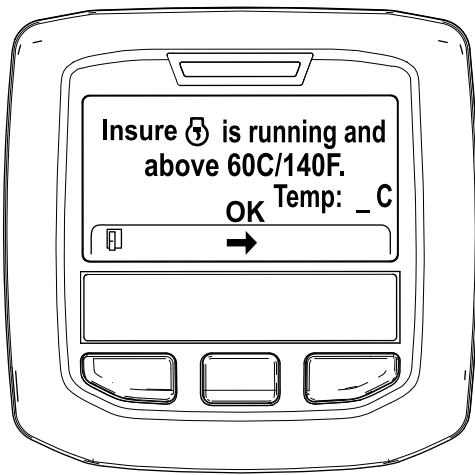

Figura 29
5. Se la temperatura del refrigerante è inferiore a 60°C, viene visualizzato il messaggio "Insure is running and above 60C/140F" (Assicurarsi che sia in funzione e sopra 60 °C). (Figura 29).